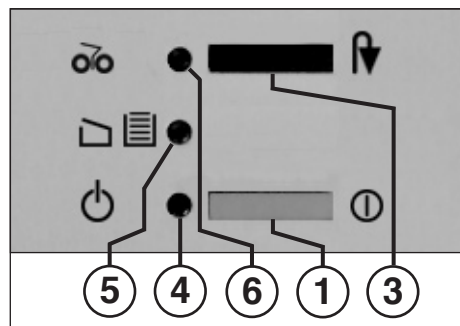

Fig. 1
1 = Interruptor (Fig. 1)
3 = Interruptor „Retroceder“ (Fig. 1)
„Pronto a funcionar“ (Fig. 1)
Acende quando o interruptor „Pronto a funcionar“ (Fig. 1) estiver ligado.
5 = Luz de controlo (Fig. 1)
„Congestionamento de papel“ (Fig. 1)
- Ligar a máquina no interruptor (1) (Fig. 1). A luz de controlo (4) (Fig. 1) acende.
Amáquina desliga-se quando o saco de recolha está cheio. A luz de controlo “Saco de recolha cheio” (5) (Fig. 1) acende-se. Esvaziar o saco de recolha da maneira seguinte:
- Inserir o quadro correição com o saco de recolha, e fechar a porta. A indicação de controlo (5) (Fig. 1) apaga-se.